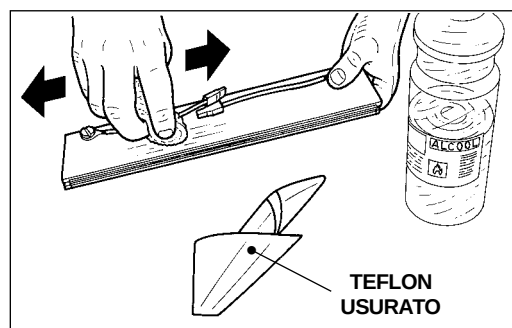

Fig. 3
- 4) Afferrare e tirare verso l'alto il cuscinetto sottobarra (B - Fig. 3).
- 3) Pulire la barra saldante con alcool (Fig. 3).